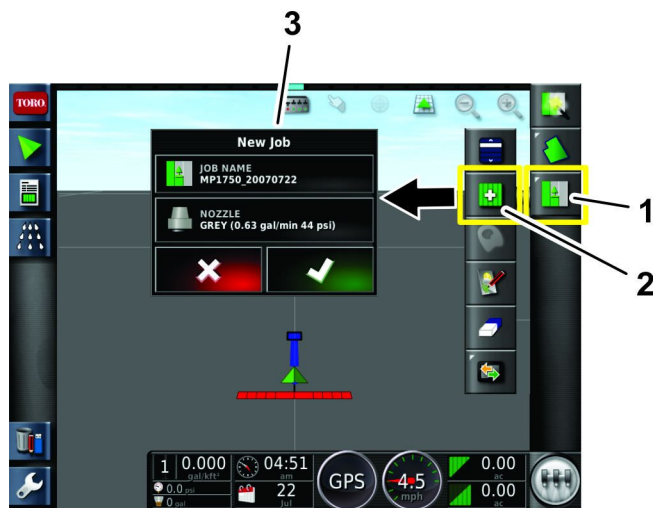

图 131
5. 按屏幕右上方的作业菜单图标图 131。
6. 输入作业的新名称或保留默认时间标记图 131。